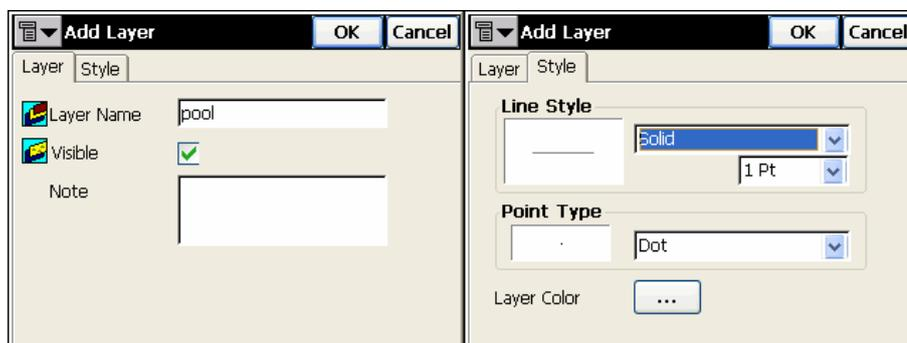

Рисунок 4-25. Добавить слой
1. В окне **Add Layer (Добавить слой)** выберите параметры добавляемого слоя и нажмите **ОК** (рис. 4-25 на стр. 4-20). Созданный слой будет добавлен в список слоев.